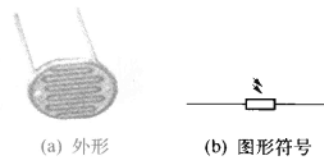

图 1.8 光敏电阻的外形及图形符号
① 光照特性。随着光照强度的增大,光敏电阻的阻值急剧下降,然后逐渐趋于饱和(阻值接近 0Ω)。
② 伏安特性。光敏电阻两端所加的电压越高,光电流也越大,且无饱和现象。
③ 温度特性。随着温度的增大，有些光敏电阻的阻值增大，有些则减小。根据光敏电阻的上述特性，它多用于与光度有关的自动控制电路。其外形及图形符号如图 1.8 所示。